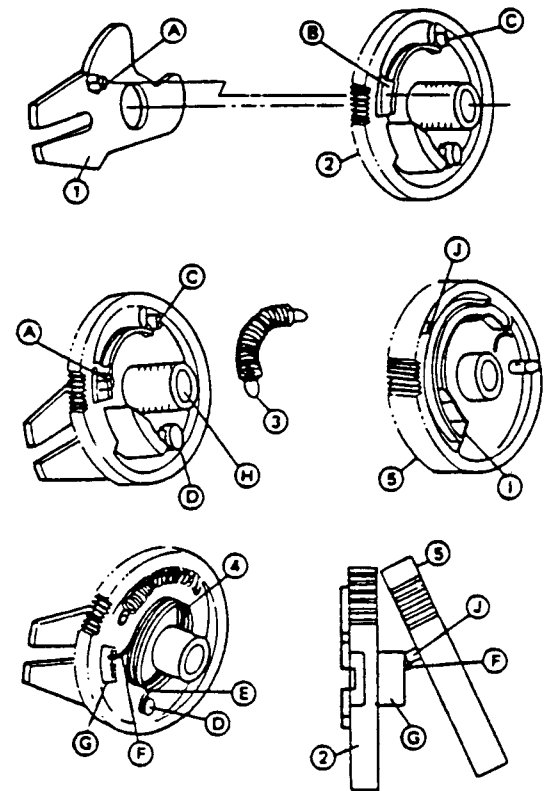

Abbildung 1-3.
• **Zusammenbauen der Schneckerradeinheit (Abb. 1-3)**
1. Den Zapfen ① des Antriebsarms ① in das Loch ② des Antriebszahnrad ② einsetzen.
2. Beide Enden der Antriebsfeder ③ in den Zapfen ① des Antriebsarms bzw. in den Zapfen ③ des Antriebszahnrad einhaken.
3. Ein Ende ④ der Antriebspendelfeder ④ in den Zapfen ⑤ der Antriebszahnradeneinheit einhaken und das andere Ende ⑥ der erwähnten Feder am Zapfen ⑥ des Antriebszahnrad befestigen; dabei das Ende ⑦ der Antriebspendelfeder mit der Hand festhalten.
4. Den Zapfen des Schnecken ⑤ am Zapfen ⑥ des Antriebszahnrad anbringen.
5. Mit Hilfe eines spitz zulaufenden Schraubenziehers das Ende ⑧ der Antriebspendelfeder in den Zapfen ⑨ des Schneckenrad einhaken; sicherstellen, daß beide Enden der Antriebspendelfeder in die jeweiligen Zapfen der Antriebsradeinheit eingehakt sind.
6. Das Antriebszahnrad mit der Hand festhalten und dabei das schneckenrad mit der anderen Hand entgegen dem Uhrzeigersinn drehen. Der Zapfen ③ des Antriebszahnrad greift dann in das Loch ① des Schneckenrad ⑤ ein. (Das Schneckenrad dreht sich nicht rückwärts, sondern es rutscht eher von der Achse ⑧ des Antriebszahnrad. Um dies zu vermeiden, sowohl das Antriebszahnrad als auch das Schneckenrad mit der Hand festhalten.)